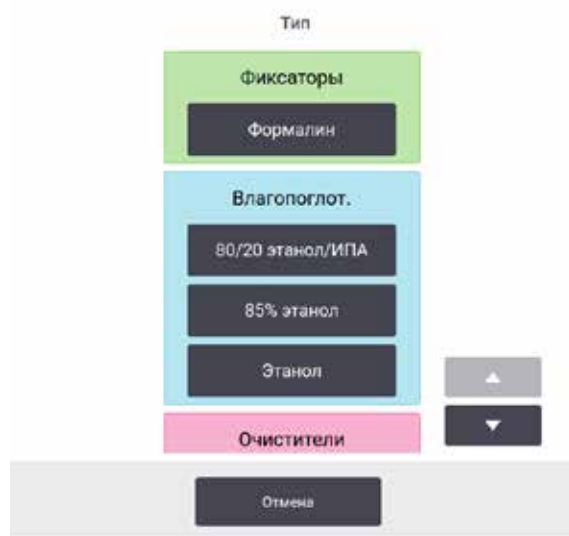

Рис. 72
2. Выберите **Reagent (Реагент) > Stations (Станции)** и нажмите на ячейку **Type (Тип)** станции. Появится диалоговое окно **Type (Тип)**. (→ Рис. 72).